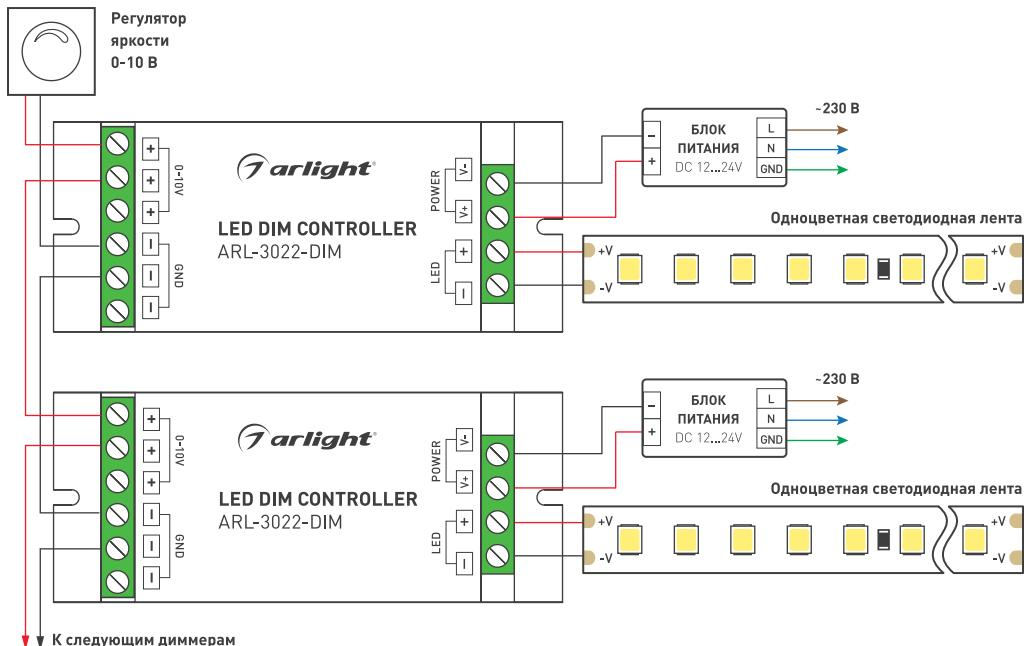

Рис.1. Общая схема подключения диммера с использованием параллельного подключения диммеров для их совместной работы
- 3.3. Согласно используемой схеме [Рисунок 1], подключите светодиодную ленту или другой совместимый светодиодный источник света к выходу LED-диммера. Соблюдайте полярность и порядок подключения проводов к клеммам.